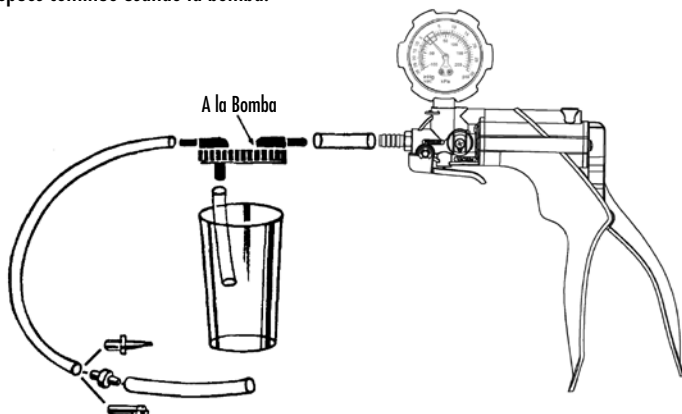

FIGURA 18: JUEGO DE PURGA DEL FRENO
3) Introduzca deslizando  $1\frac{1}{2}$ " de tubo entre la bomba y la tapa del vaso del depósito, en el orificio marcado "TO PUMP" (a la bomba) (FIGURA 18).